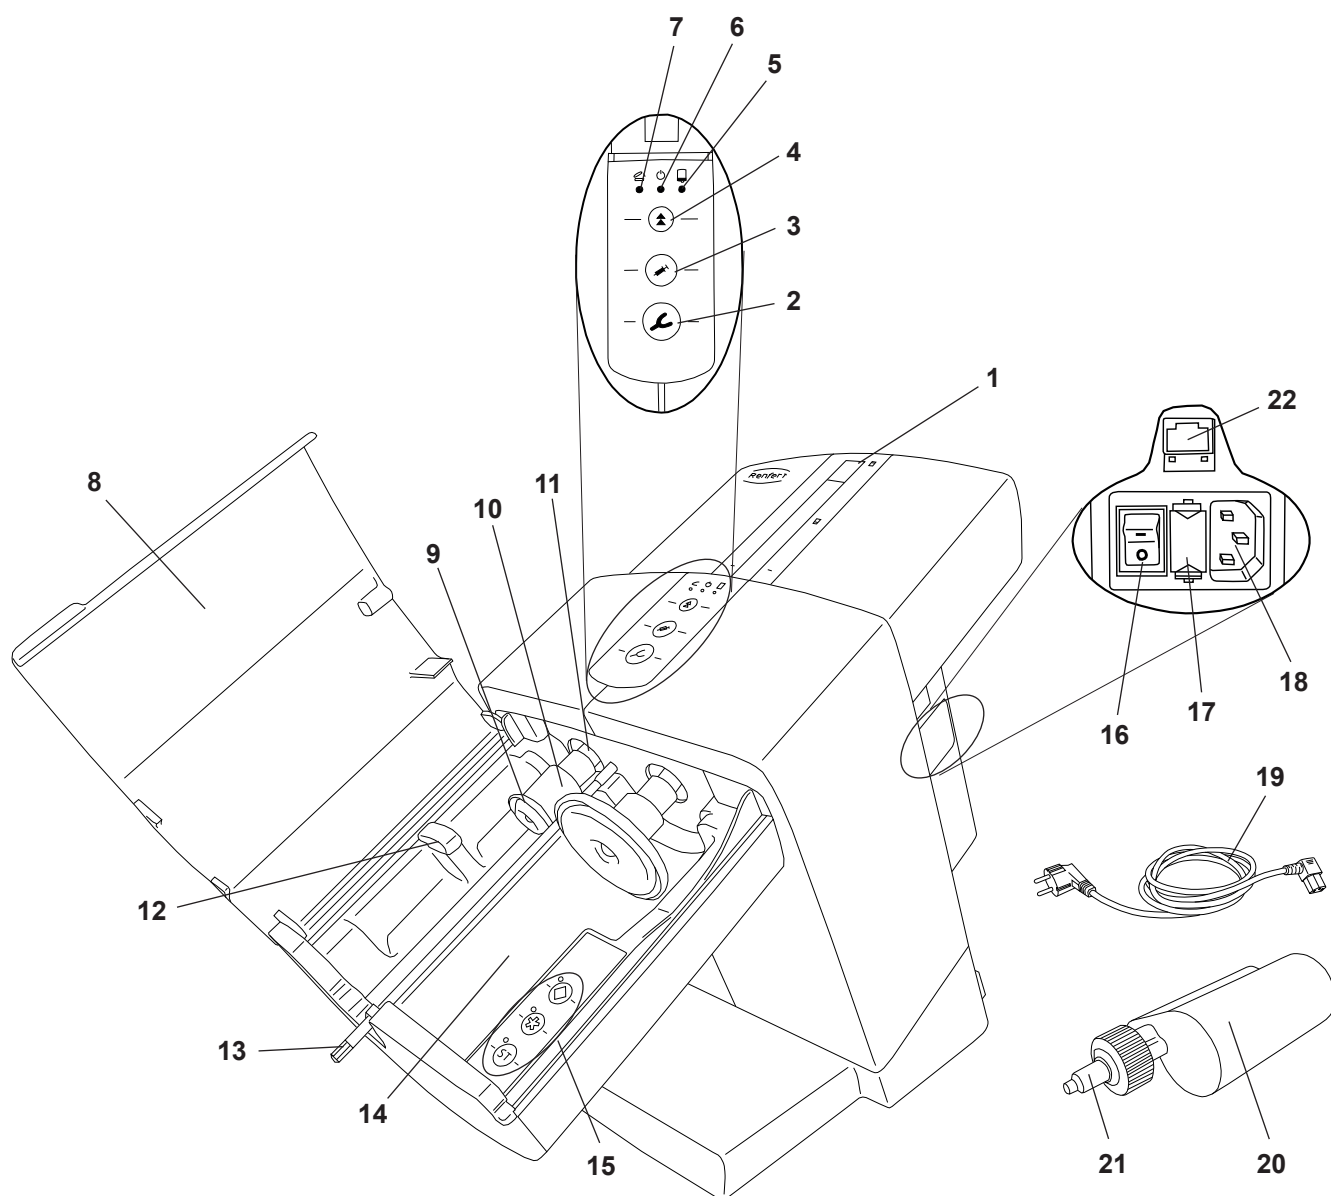

Fig. 1
- ⇒ Introduceți cablul de rețea din pachetul de livrare (19, Fig. 1) în fișa de conectare la rețea (18).
- ⇒ Conectați aparatul de la întrerupătorul de rețea (16).
- ⇒ Închideți clapeta aparatului (8, Fig. 1).
- ⇒ Apăsăți tasta de mers înapoi (4).
- ◆ Discurile de presiune (9, Fig. 1) se deplasează înapoi până la poziția inițială și se opresc acolo.
- ⇒ Îndepărtați siguranța de transport (23).
Introducerea, precum și schimbarea unui cartuș se pot realiza numai dacă cele două discuri de presiune (9, Fig. 1) se află în poziția inițială.
⇒ Închideți clapeta aparatului (8, Fig. 1).
⇒ Deschideți clapeta aparatului (8, Fig. 1).
Clapeta aparatului se poate închide numai cu cartușul introdus corect. Atât timp cât clapeta aparatului nu este închisă conform prescripțiilor, se aprinde LED-ul roșu „Clapetă aparat deschisă“ (7, Fig. 1).
◆ Capul hexagonal de amestecare (13, Fig. 1) începe să se rotească și se inserează automat în duza malaxorului (21, Fig. 1) și se oprește apoi din nou.